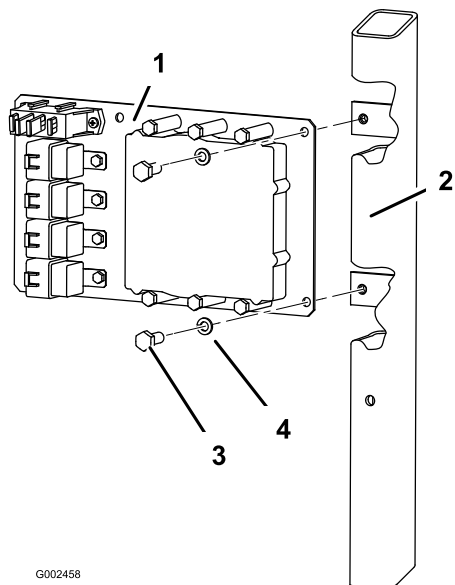

Figura 10
- B. Para os modelos Multi-Pro 5600 e 5700, instale a placa de montagem utilizando 2 parafusos (5/16 x 3/4 polegada) e 2 anilhas de bloqueio (5/16 polegada) como indicado em Figura 10.